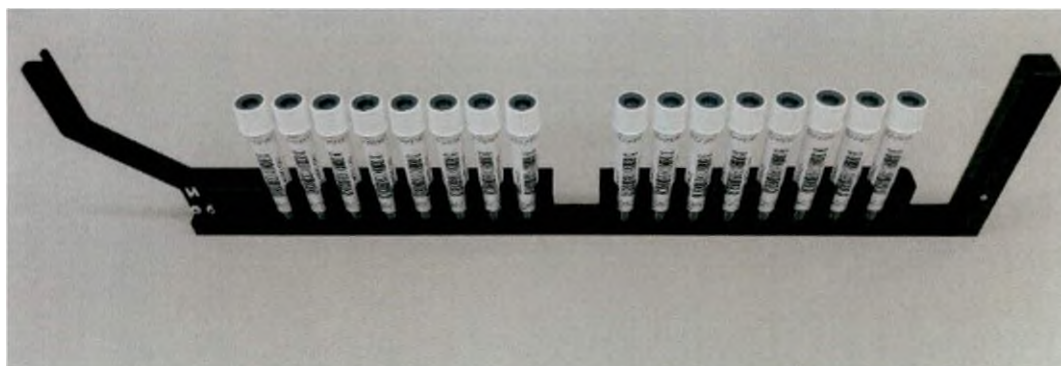

Рис. 34. Расположение образцов в штативе с пробирками
6.5.5.1. Установите пробирки с исследуемыми и контрольными образцами (при необходимости) в гнезда штативов (Рис. 34). Ориентируйте этикетки со штрихкодами так, чтобы штрихкод был расположен напротив окна камеры лазерного сканера.